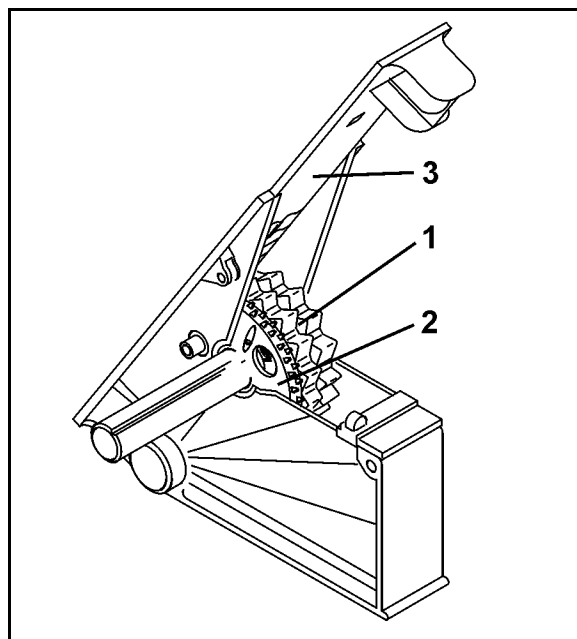

Fig. 12
- o Ett Normal-utmatningshjul (Fig. 12/1) och
- o Ett Fin-utmatningshjul (Fig. 12/2).
Avstängningsspjället (Fig. 12/3) är ställbart i 3 lägen och måste ställas in efter respektive utsädessort.